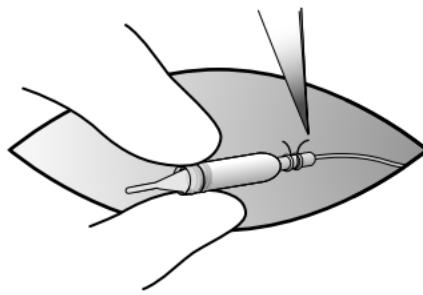

Figura 3. Taglio della sutura distale sull'estremità della guaina del connettore rivolta verso l'elettrocattetere.
3. Tagliare la sutura distale a livello dell'estremità della guaina del connettore rivolta verso l'eletrocatetere (Figura 3).